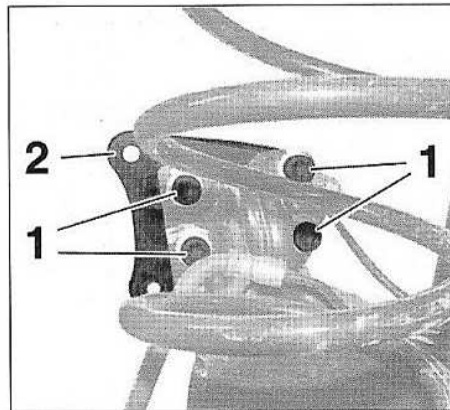

FIG.44
- les vis (1) (Fig.44),
- la fusée (2).